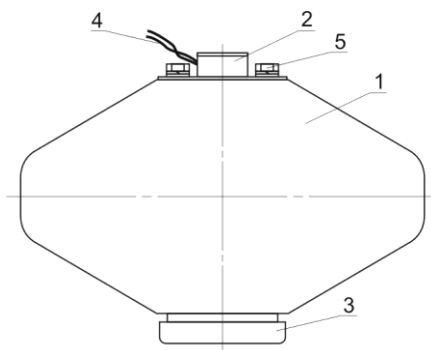

Рис. 1. МПП «Гарант-7»
4.1. Конструкция МПП «Гарант-7» представлена на Рис. 1.
Цифрами на рис. 1 обозначены:
Цепь пуска подключается к контактам (поз. 4, рис. 1).